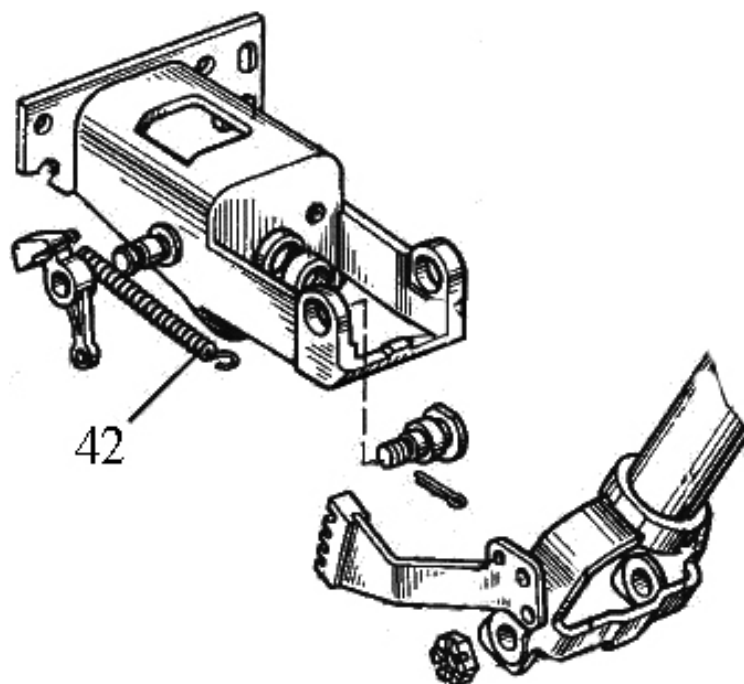

Рисунок 6.12
7) установите пружину (42), (**рисунок 6.12**), между фиксатором и трубой